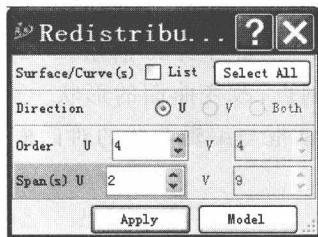

图 1.18
(2) ：重新参数化曲线 (Redistribute B-Spline)。增加曲线的 Order(阶次)或 Span(跨度)数，控制点增多，可使曲线模拟更复杂的形状，但将增加编辑曲线的难度，影响曲线的光顺性。如图 1.18 所示。
(2) ：重新参数化曲面(Redistribute B-Spline)。增加曲面的 Order(阶次)或 Span(跨度)，控制点增多，可使曲面模拟更复杂的形状，但将增加编辑曲面的难度，影响曲面的光顺性。其对话框与重新参数化曲线的对话框一样，如图 1.18 所示。